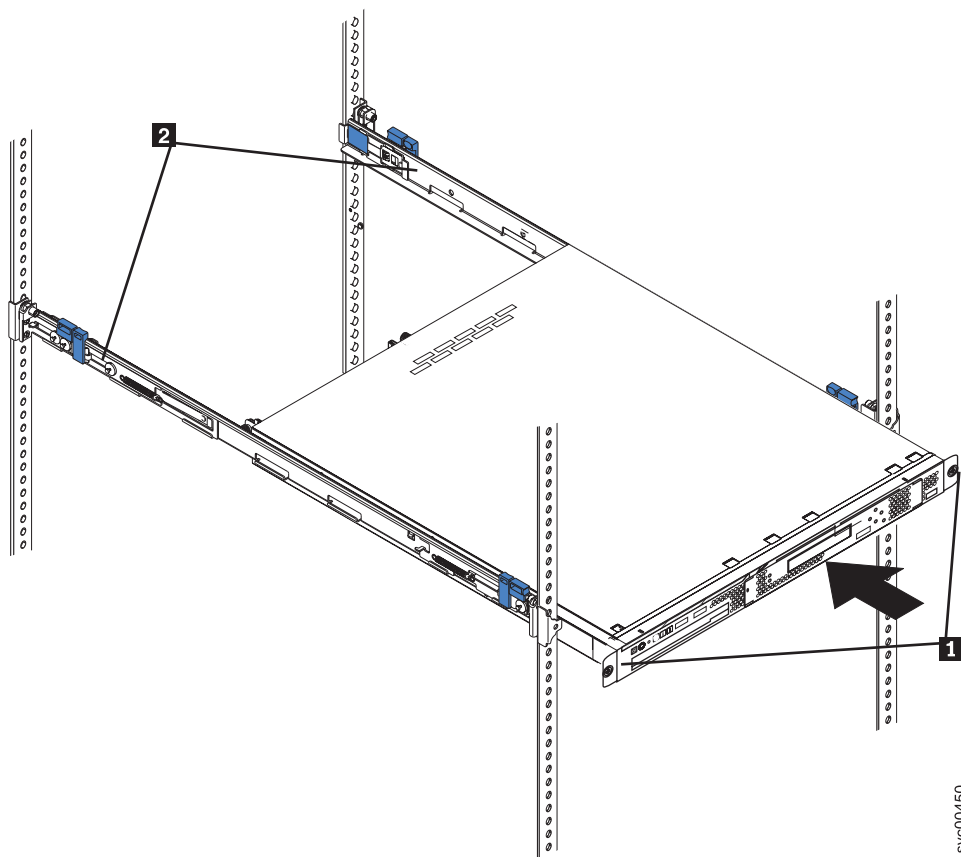

図 33. ノードと輸送用ブラケットを固定する拘束つまみねじ
3. ノードを前面マウント・フランジに固定する拘束つまみねじ (59 ページの図 33 の **1**) を緩めます。